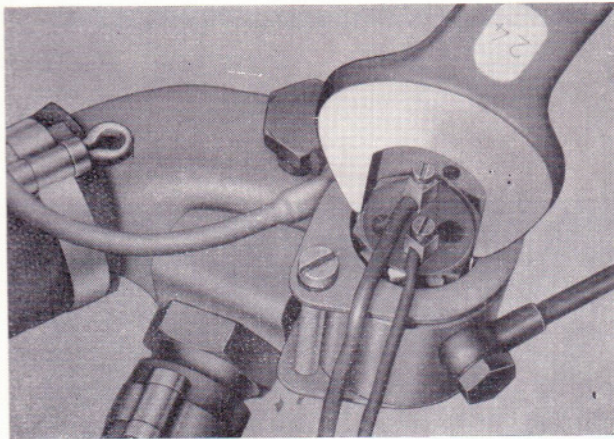

Bild 156
- Glühlanlaßschalter von „0“ auf „1“ schalten, bis ein deutlich tickendes Geräusch hörbar wird; dann den Magnet noch etwa $\frac{1}{12}$ Umdrehung weiterdrehen (Bild 156).